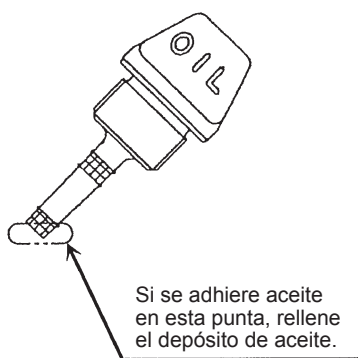
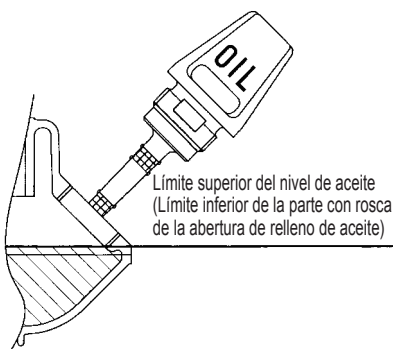

Fig. 1
Fig. 2
Cuando el nivel del aceite sea bajo y la varilla indicadora del nivel de aceite sólo toque el aceite con su punta, en concreto con la varilla indicadora del nivel de aceite insertada en el cárter sin atornillar (Fig. 1), rellene con aceite nuevo (Fig. 2).
- (1) Mantenga el motor nivelado y extraiga la varilla indicadora del nivel de aceite.
- (2) Llene aceite hasta el borde de la abertura de rellenado de aceite. (Consulte la Fig. 2).